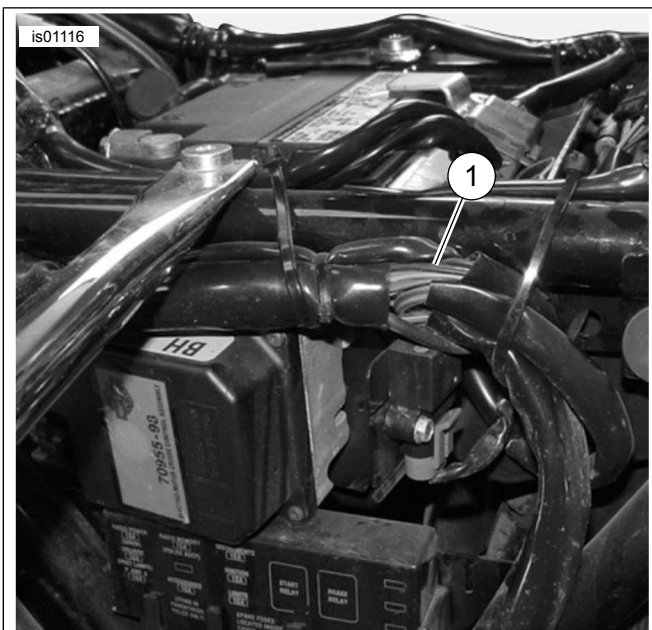

Figura 11. Conexiones de alimentación (modelos XL)
1. Ver Figura 11 . Cuidadosamente corte y abra un área de la envoltura del arnés principal, dentro de la cubierta eléctrica lateral o debajo del asiento en un punto accesible y corte un cable de alimentación del arnés principal naranja/blanco.
La fuente de alimentación de la **batería** de la empuñadura con calefacción es el terminal **plateado** del disyuntor dentro de la cubierta eléctrica lateral. Consulte Figura 19 y Figura 11.